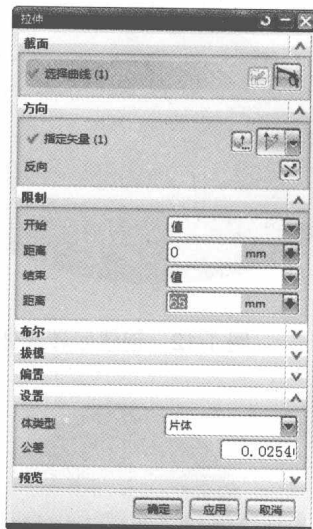

图 1-16 【拉伸】对话框参数设置和拉伸特征
(5) 选择【插入】|【特征设计】|【拉伸】命令或单击【特征】工具条中的【拉伸】按钮, 打开【拉伸】对话框。选择上一步创建的曲线, 选择拉伸方向为 ZC 轴, 设置【开始距离】为 0, 【结束距离】为 65, 在【体类型】下拉列表框中选择【片体】选项, 其他按默认设置, 单击【确定】按钮。参数设置和效果如图 1-16 所示。